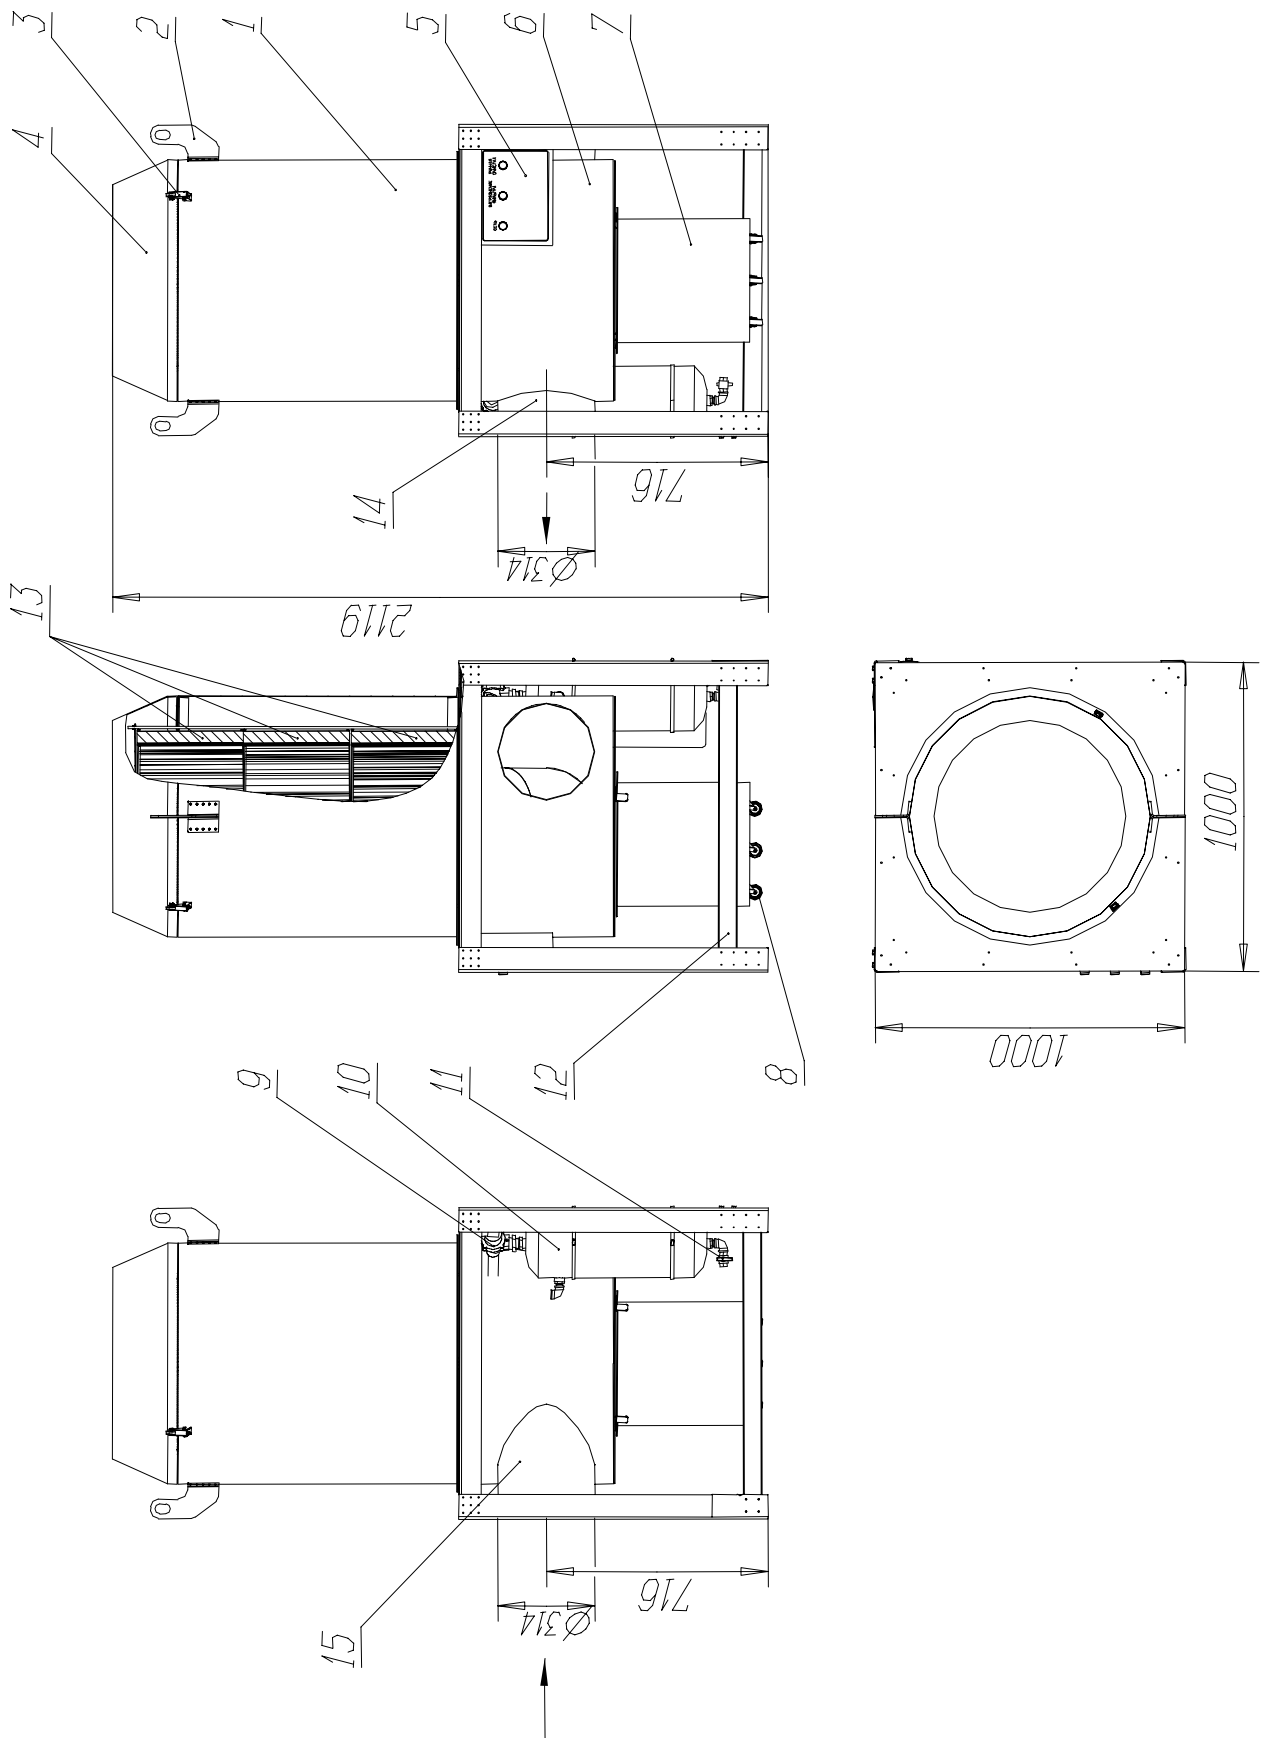
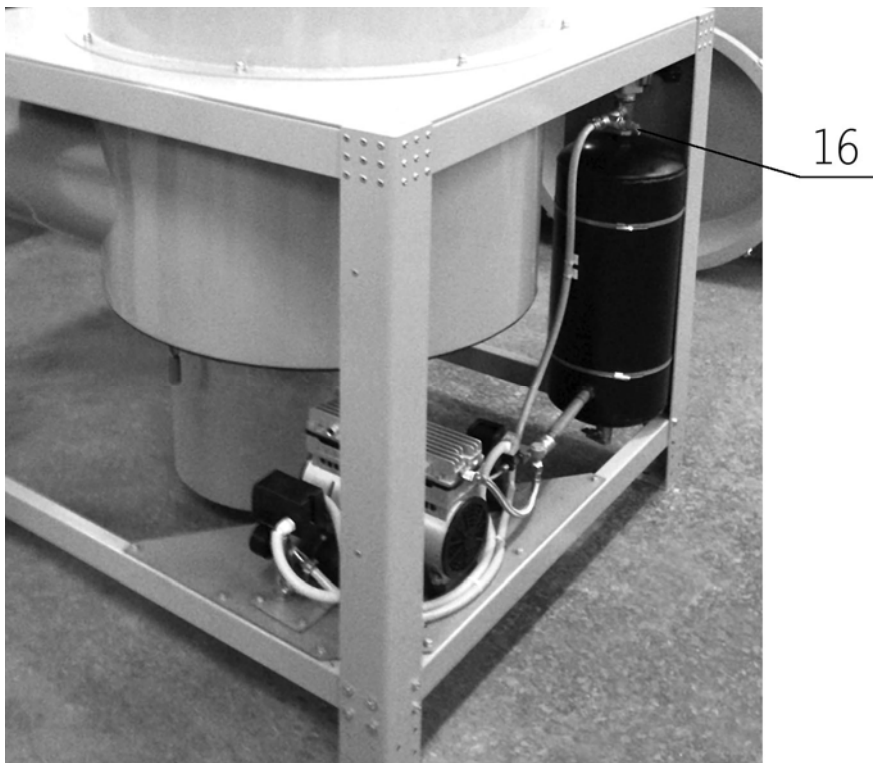

Рисунок 1
Рисунок 2
ФА (рис.1) состоит из:
- основания (12) с опорами для установки на горизонтальную поверхность;
- бункера-накопителя (7);
- выходного патрубка (14);
- корпуса (1) с крышкой (4);
- защёлки (3), крепящих крышку (4);
- фильтроэлементов (13);
- системы регенерации фильтроэлементов, включающей компрессор (рис. 2,3), сопловой блок системы регенерации, ресивер сжатого воздуха (10), быстродействующий электропневмоклапан (9);
- блока управления системой регенерации (5);
- входного патрубка (15);
- компрессора (рис. 2,3);
- ресивера сжатого воздуха (10) (рис.1);
- электромагнитного пневмоклапана (9);
- 7.5. Периодически необходимо проверять работоспособность предохранительного клапана (16) (рис.2) в системе регенерации: при наличии в ресивере сжатого воздуха потянуть за кольцо, при этом через дренажное отверстие в клапане будет выходить воздух.
- 7.6. Периодически необходимо стравливать возможный конденсат влаги через дренажные клапаны (11) (рис. 1) и (17) (рис. 2).